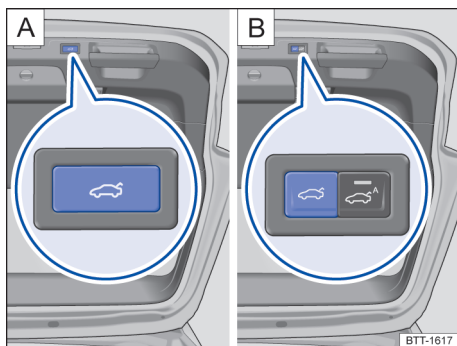

Fig. 72 Na tampa do compartimento de bagagem aberta: botão para fechar eletricamente a tampa do compartimento de bagagem.
– Pressionar o botão na tampa do compartimento de bagagem aberta → Fig. 72.